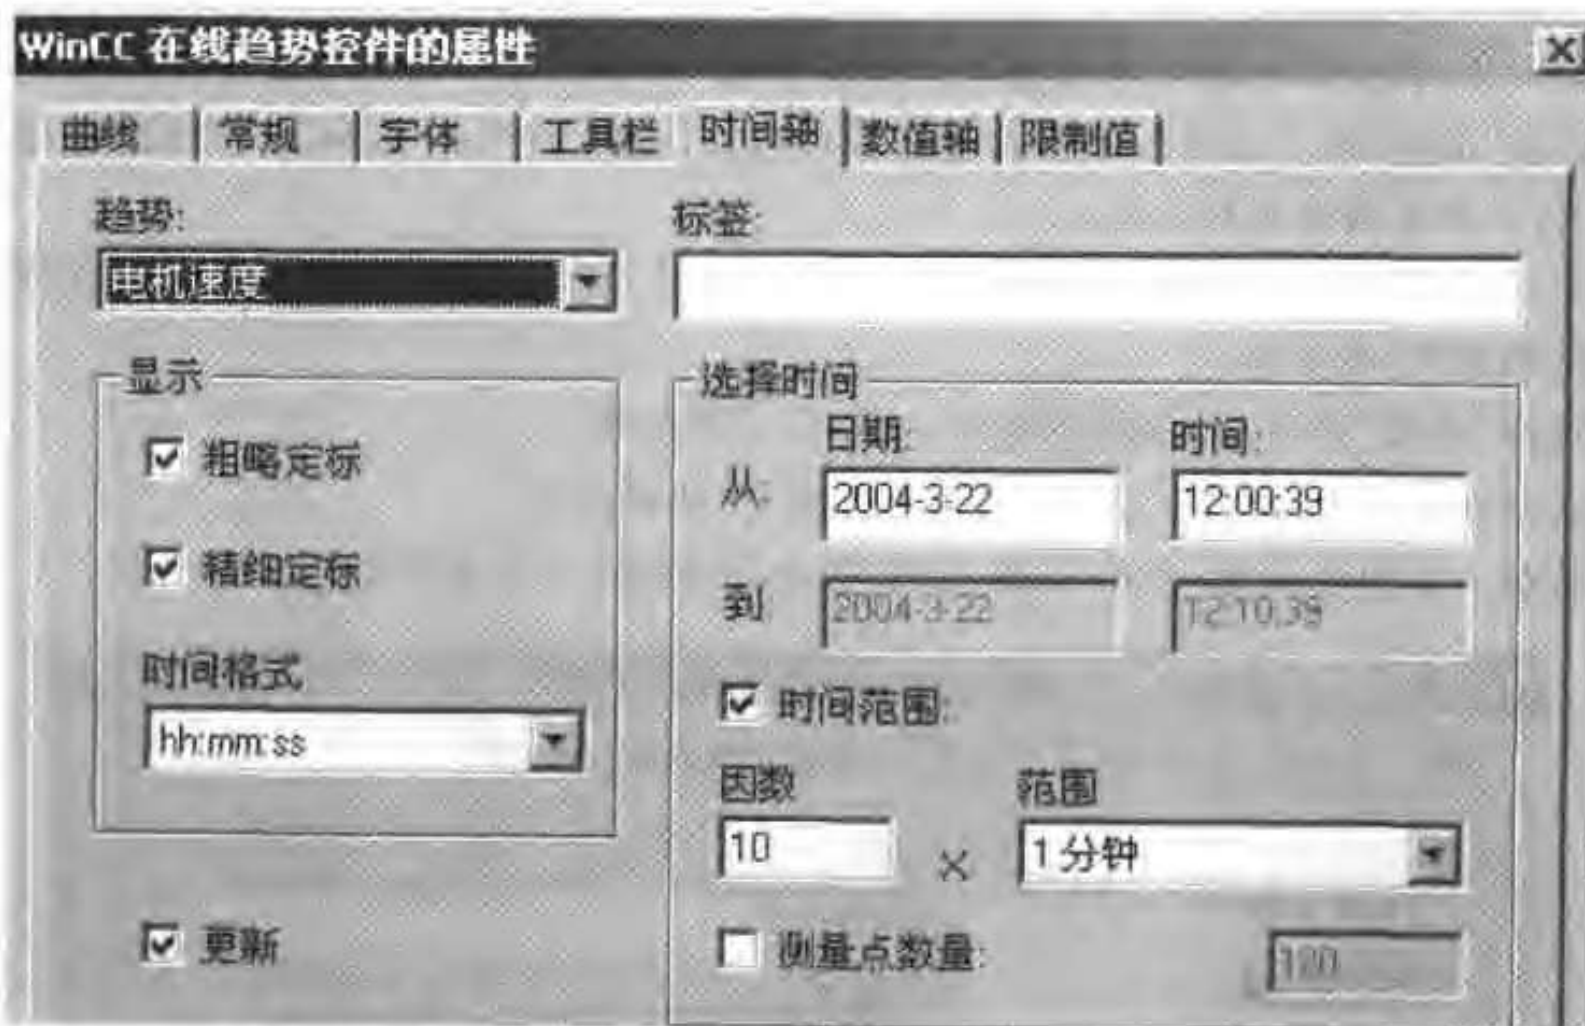

图 7-8 设置时间轴
- 选择“时间轴”选项卡,将“显示”栏的时间格式改为 hh:mm:ss,将“选择时间”栏上的“因数”改为 10,“范围”改为“1 分钟”,如图 7-8 所示。